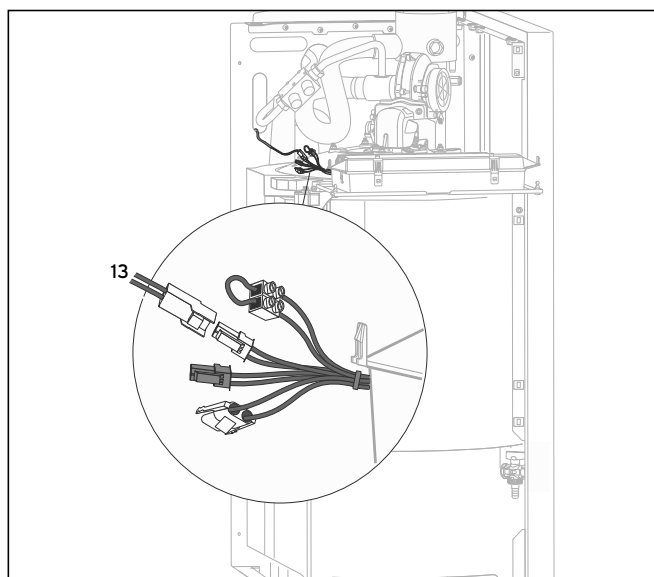

Рис. 5.6 Подключение щупа температуры в накопителе
- Электроподключение накопителя выполняется на белых штекерах в кабельном стволе (рис. 5.6 (13)).